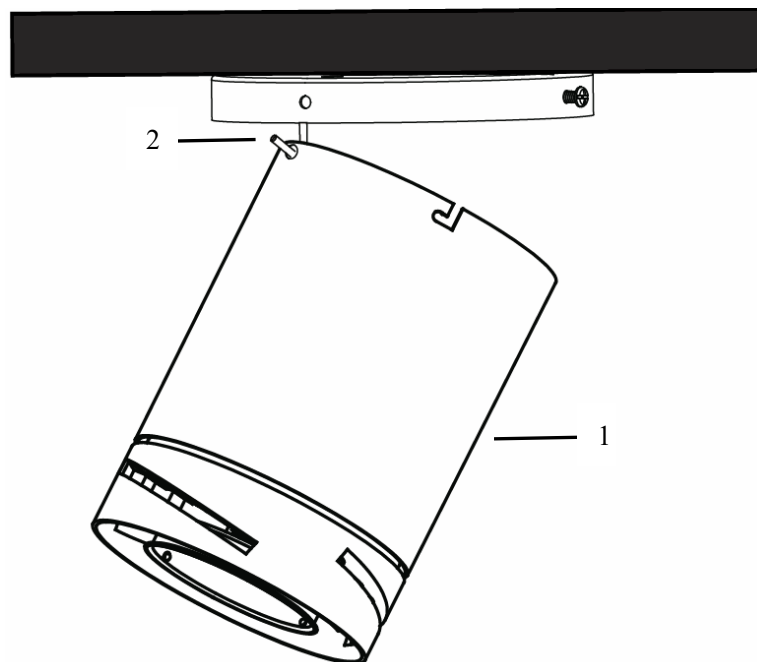

Fig. 6
- Eleve el conjunto del ventilador (1) hasta el soporte de montaje. Cuelgue el ensamblaje del ventilador en el gancho en forma de J (2) del soporte de armado. (Fig.6)